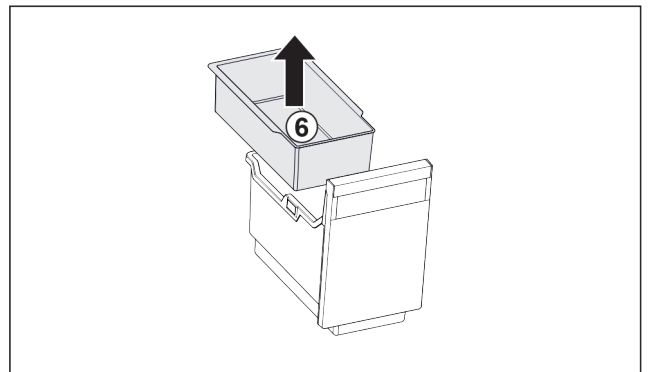

Fig. 101
- Vzemite ven Fig. 101 (6) obešalno skodelico.